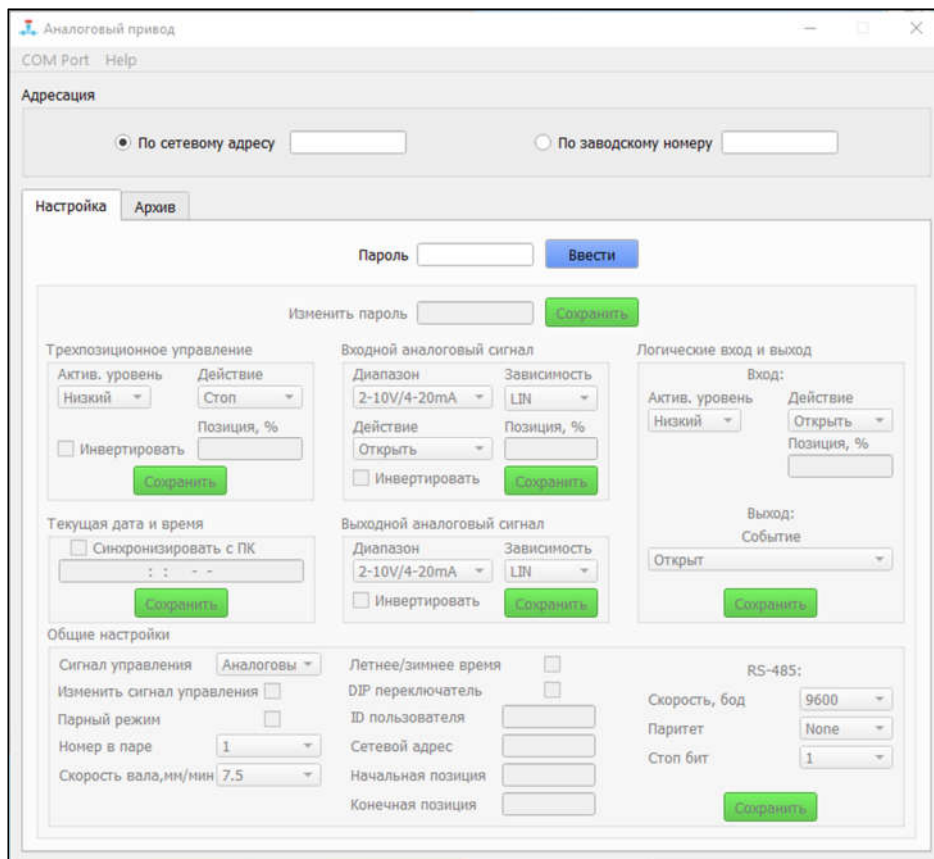

Рисунок 3. Вид окна «Настройка» программы, предназначенной для базовой настройки аналогового привода.
Для осуществления базовой настройки аналогового привода, пользователь должен ввести пароль 1-го уровня доступа (значение по умолчанию: 00000000). Пароль должен быть длиной 8 символов и могут использоваться только символы цифр (от 0 до 9). В случае ввода некорректного пароля и нажатии кнопки “Ввести”, появится соответствующее сообщение об ошибке (рисунок 3а и рисунок 3б).
Рисунок 3а. Вид окна с сообщением о некорректном пароле.
Рисунок 3б. Вид окна с сообщением о некорректном пароле.
Рисунок 3в. Вид разблокированной вкладки «Настройка»
- задать действие, которое клапан выполнит в случае одновременной подачи активных сигналов на оба входа («Вверх» и «Вниз») (поле: «Действие»; значения: «Стоп» – если привод двигался, то он остановится, «Открыть» – полное открытие клапана, «Заккрыть» – полное закрытие клапана, «В позицию» – клапан будет выставлен в позицию, указанную в поле «Позиция, %» (0% - полностью открыт, 100% - полностью закрыт)). При вводе в поле «Позиция, %» некорректного значения (не символы цифр или значение вне диапазона от 0 до 100) будет выведено соответствующее сообщение об ошибке (рисунок 3г).
Рисунок 3г. Вид окна с сообщением о некорректном значении позиции.
- задать действие, которое клапан выполнит в случае обрыва цепи управления (поле: «Действие»; значения: «Открыть» – полное открытие клапана, «Заккрыть» – полное закрытие клапана, «В позицию» – клапан будет выставлен в позицию, указанную в поле «Позиция, %» (0% - полностью открыт, 100% - полностью закрыт)). При вводе в поле «Позиция, %» некорректного значения (не символы цифр или значение вне диапазона от 0 до 100) будет выведено соответствующее сообщение об ошибке (рисунок 3г);
- Вход: задать действие, которое клапан выполнит в случае подачи активного сигнала на логический вход (данная ситуация рассматривается как аварийная) (поле: «Действие»; значения: «Открыть» – полное открытие клапана, «Закрыть» – полное закрытие клапана, «В позицию» – клапан будет выставлен в позицию, указанную в поле «Позиция, %» (0% - полностью открыт, 100% - полностью закрыт)). При вводе в поле «Позиция, %» некорректного значения (не символы цифр или значение вне диапазона от 0 до 100) будет выведено соответствующее сообщение об ошибке (рисунок 3г);
настройка часов реального времени аналогового привода клапана, может осуществляться двумя способами. Первый - можно выставить флаг в поле «Синхронизировать с ПК», тогда после нажатия на кнопку «Сохранить», программа выставит на клапане время компьютера на котором была запущена программа. Второй - можно вручную указать требуемую дату и время в поле ввода, для этого необходимо ввести дату и время в соответствии с маской: ЧЧ(час):ММ(минуты):СС(секунды) ДД(день)-ММ(месяц)-ГГ(год). Значения меньше 10 вводятся с нулем в начале: для ввода 1 – 01, 7 - 07. Значение года, вводятся только последние 2-е цифры: для 2019 – 19, 2020 - 20. При введении некорректного значения, будет выведено соответствующее сообщение об ошибке (рисунок 3д).
Рисунок 3д. Вид окна с сообщением о некорректном значении даты или времени.
- указать начальное значение позиции, за которое клапан не может зайти (поле: «Начальная позиция», значения от 0 до 100). При вводе некорректного значения (не символы цифр или значение вне диапазона от 0 до 100) будет выведено соответствующее сообщение об ошибке (рисунок 3г);
- указать конечное значение позиции, за которое клапан не может зайти (поле: «Конечная позиция», значения от 0 до 100). При вводе некорректного значения (не символы цифр или значение вне диапазона от 0 до 100) будет выведено соответствующее сообщение об ошибке (рисунок 3г);
Для осуществления скачивания, просмотра и сохранения архива событий аналогового привода клапана, пользователь должен ввести пароль 1-го уровня доступа. Пароль должен быть длиной 8 символов и могут использоваться только символы цифр (от 0 до 9). В случае ввода некорректного пароля и нажатии кнопки «Ввести», появиться соответствующее сообщение об ошибке (рисунок 3а и рисунок 3б).